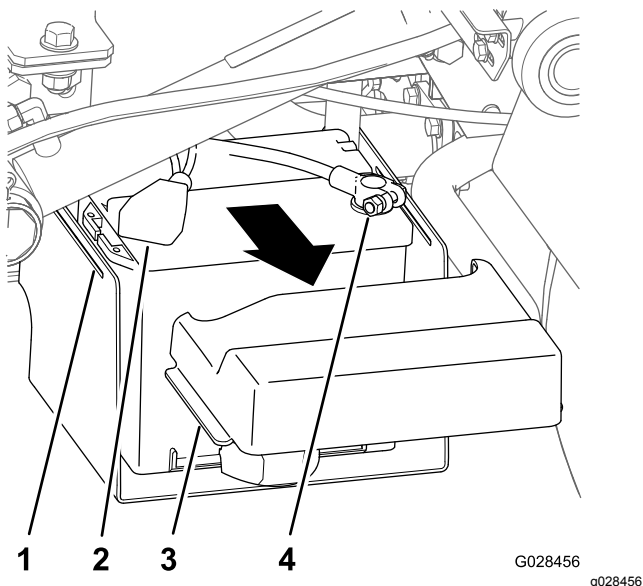

Figure 15
1. Appuyez de chaque côté du couvercle de la batterie pour dégager les languettes des fentes dans la base de la batterie, et déposez le couvercle de la base (Figure 15).
2. Remplacez le capuchon sur la borne négative de la batterie (Figure 15).
3. Débranchez la cosse positive de la batterie (Figure 15).